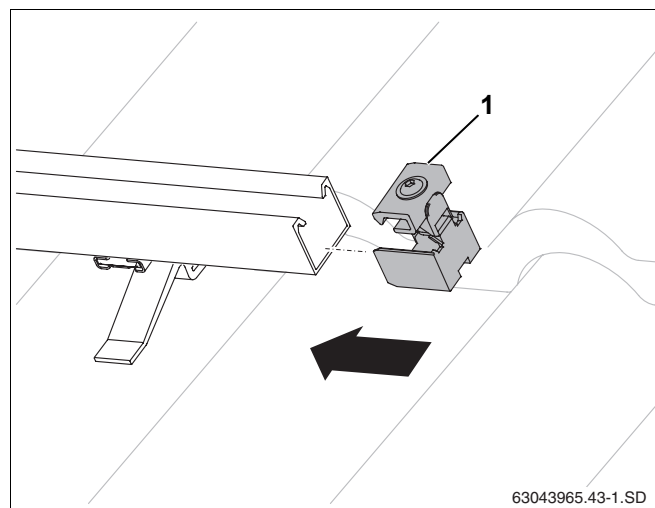

Fig. 42 Introducerea clemei de prindere simple
- Clemele de prindere simple (Fig. 42, **Poz. 1**) se introduc în capătul drept al câmpului de colectori în șinele profilate, până când se opresc în prima gaură alungită a șinei profilate.